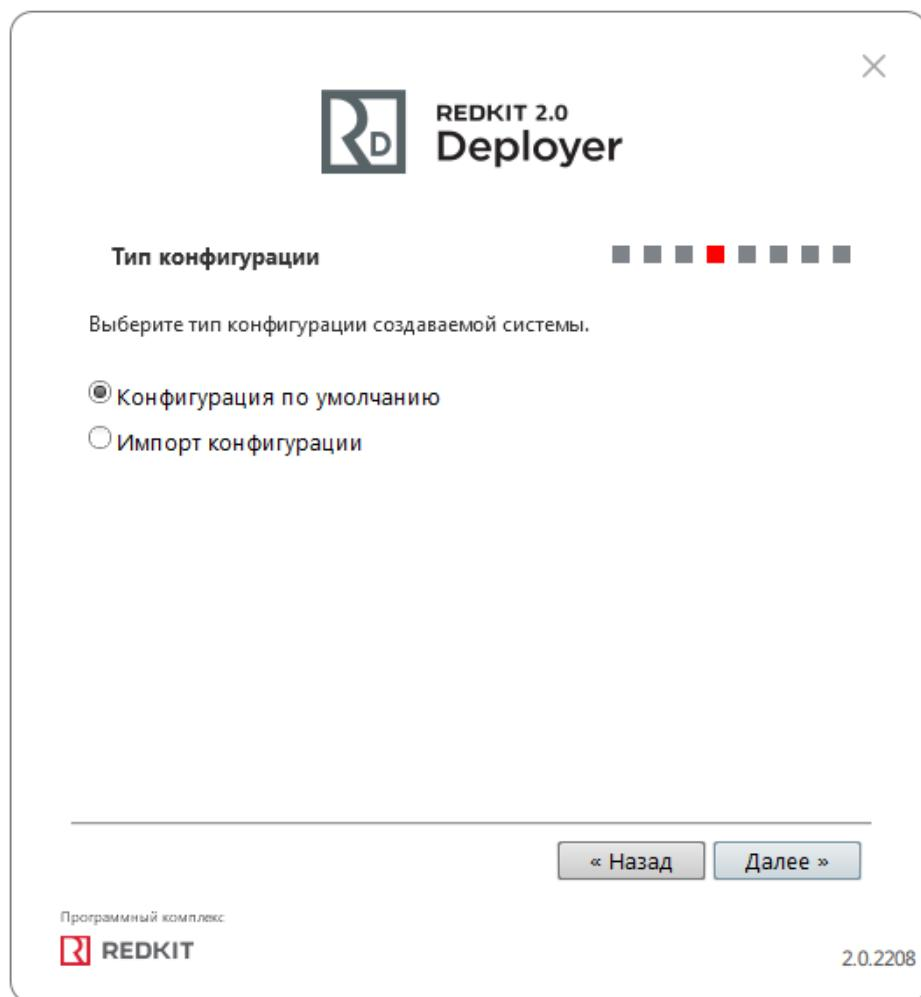

Рисунок 65 - Тип конфигурации
8. Выберите тип конфигурации Конфигурация по умолчанию и нажмите Далее (Рисунок 65).